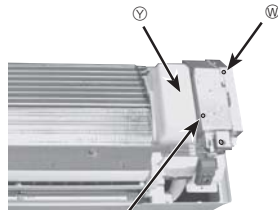

Fig. 6-4
- 5 Retire las cubiertas frontal y lateral de la caja eléctrica (1 tornillo cada una). (Fig. 6-4)
- 6 Quite el corte de agua. (Fig. 6-4)